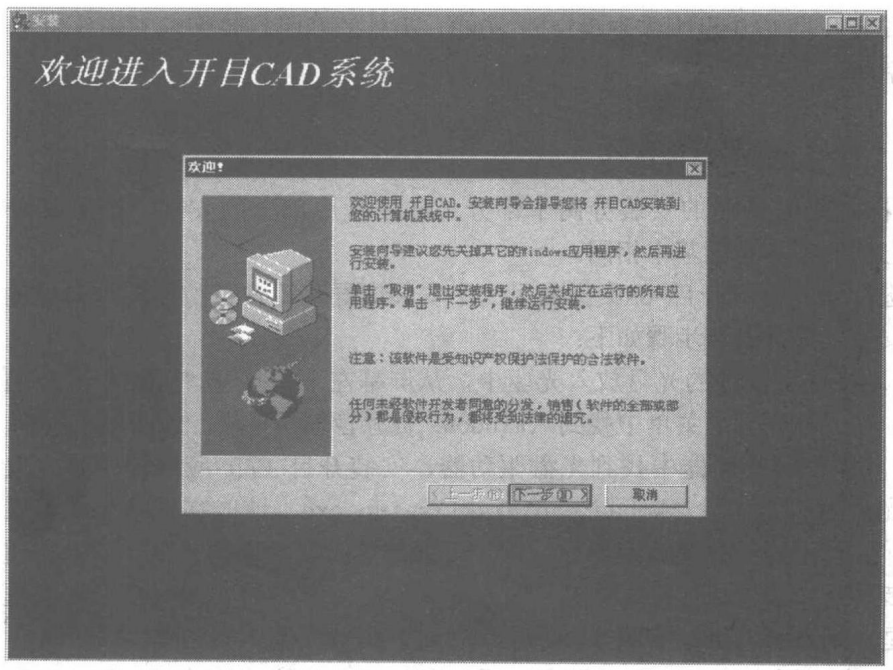
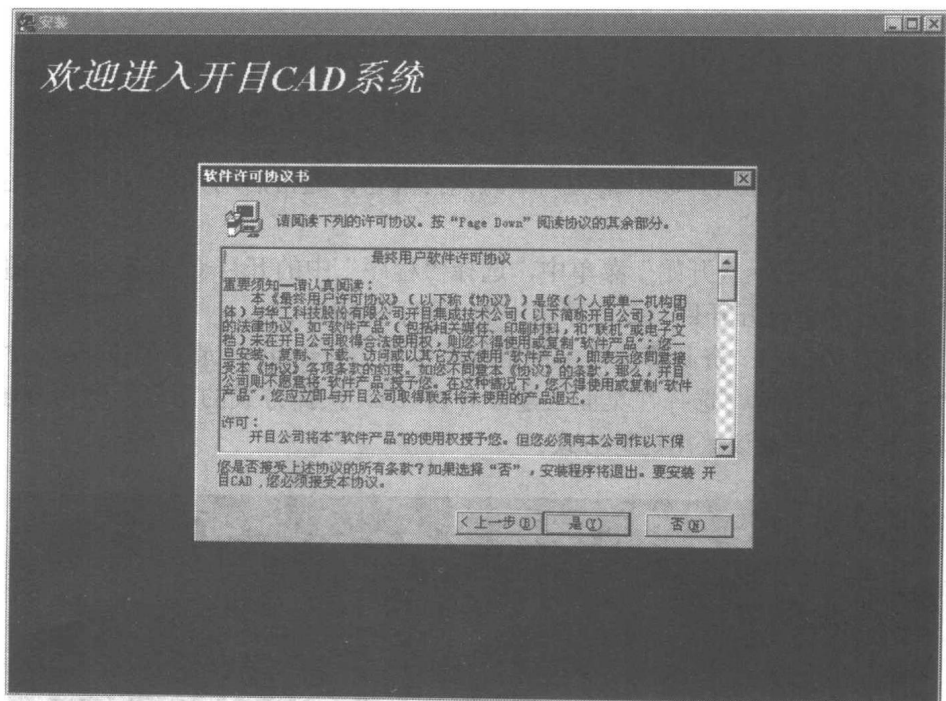

图 1-2 “欢迎”界面
图 1-3 “软件许可协议书”对话框
2. 在资源管理器中找到光盘驱动器，安装开目 CAD 应用程序时，双击 G（设光盘为 G 盘）：\kmcad\cad\disk1\setup.exe，这时在屏幕上将出现如图 1-2 所示的开目 CAD 的欢迎界面，用户可通过单击其底部的〈下一步〉按钮，继续安装开目 CAD。这时系统将出现图 1-3 所示的“软件许可协议书”对话框，若点〈是〉则系统将继续安装，同时出现“用户信息”输入对话框。